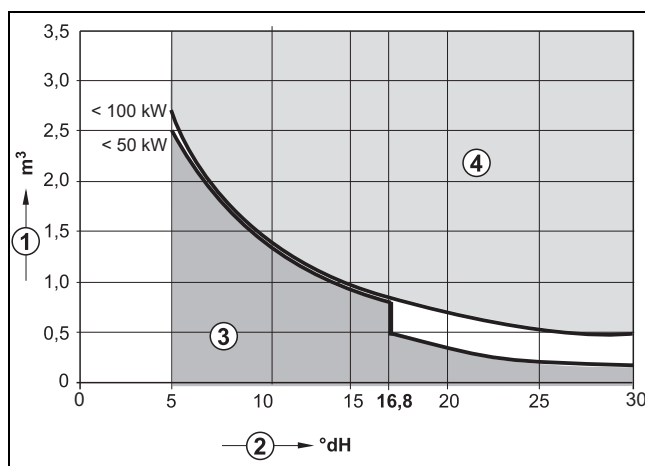

Bild 3 Anforderungen an Füllwasser für Einzelgeräte bis 100 kW
- Ausschließlich unbehandeltes Leitungswasser verwenden (Diagramm in Bild 3 dabei berücksichtigen).
Zur Überprüfung der zugelassenen Wassermengen in Abhängigkeit der Füllwasserqualität dient das Diagramm in Bild 3.
- Wenn die tatsächlich benötigte Füllwassermenge größer ist als das Wasservolumen über die Lebensdauer (→ Bild 3), ist eine Wasserbehandlung erforderlich. Dabei nur durch Buderus freigegebene Chemikalien, Wasseraufbereitungsmittel o. Ä. einsetzen.